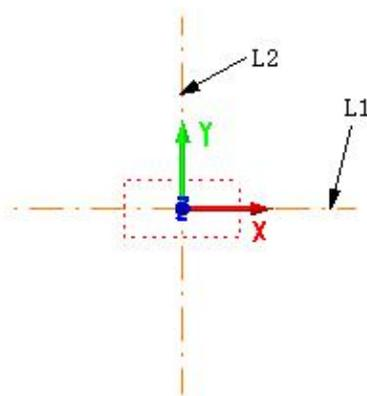

图 3-4 X、Y 向中心线
- 1、绘制中心线 L1 和 L2: 在 Z=0 平面内, 点击【“曲线绘制(D)”->【直线(L)】”菜单项, 选择 两点线[A]子命令, 勾选上导航工具条中选项中的 双向[Y]选项并选中屏幕下方的 (开启/关闭正交捕捉)按钮, 通过捕捉坐标原点方式绘制如图 3-4 所示 X 向中心线 L1 和 Y 项中心线 L2;